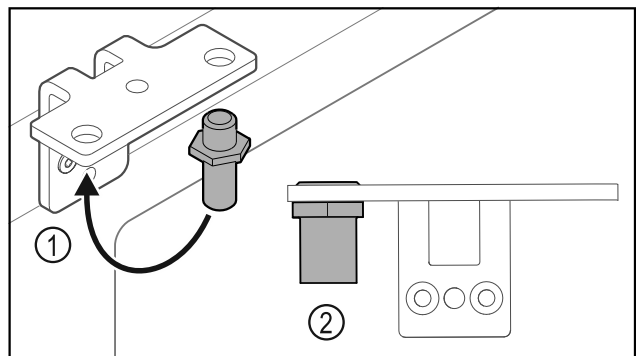

Fig. 29
- Premiestnite čap Fig. 29 (1) v uholníku závesu.
- Uťahnite čap Fig. 29 (2) ťahovacím momentom 12 Nm.